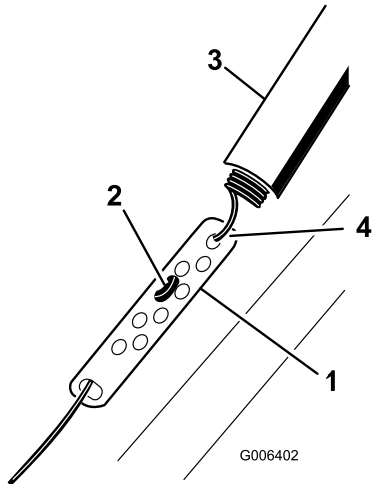

Figure 19
1. Remontez la protection du ressort et décrochez le ressort de la bielle de réglage (Figure 19).